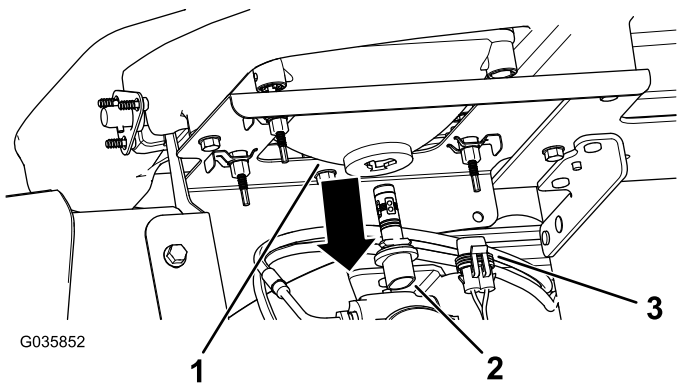

Figura 49
3. Desconecte el conector eléctrico del arnés de cables del conector de la lámpara, en la parte trasera de la carcasa del faro (Figura 49).
4. Retire el conjunto de la lámpara girándola $\frac{1}{4}$ de vuelta en sentido antihorario y desplazándola hacia atrás (Figura 49).
5. Instale el conjunto de lámpara nueva y la carcasa del faro y alinee las pestañas del conjunto de la lámpara con las ranuras de la carcasa del faro (Figura 49).
6. Sujete el conjunto de la lámpara girándola $\frac{1}{4}$ de vuelta en sentido antihorario (Figura 49).
7. Conecte el conector eléctrico del arnés de cables al conector del conjunto de la lámpara nueva (Figura 49).